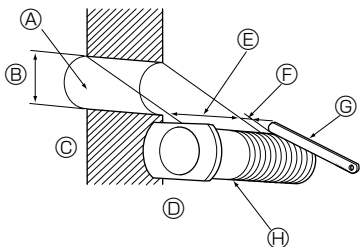

Fig. 3-6
3.4.1. 打孔（Fig. 3-6）
- ① 打 $\phi 65$ 毫米或 $\phi 75$ 毫米的孔，深度大约 5-7 毫米，并从房间稍微向下向外倾斜。
- ② 将墙孔套管插入孔中。
- (A) 墙孔
- (B) 直径 65 毫米或 75 毫米
- (C) 室内侧
- (D) 墙孔横截面
- (E) 墙壁厚度
- (F) 一个刻度
- (G) 切割多一个刻度长度。
- (H) 墙孔套管